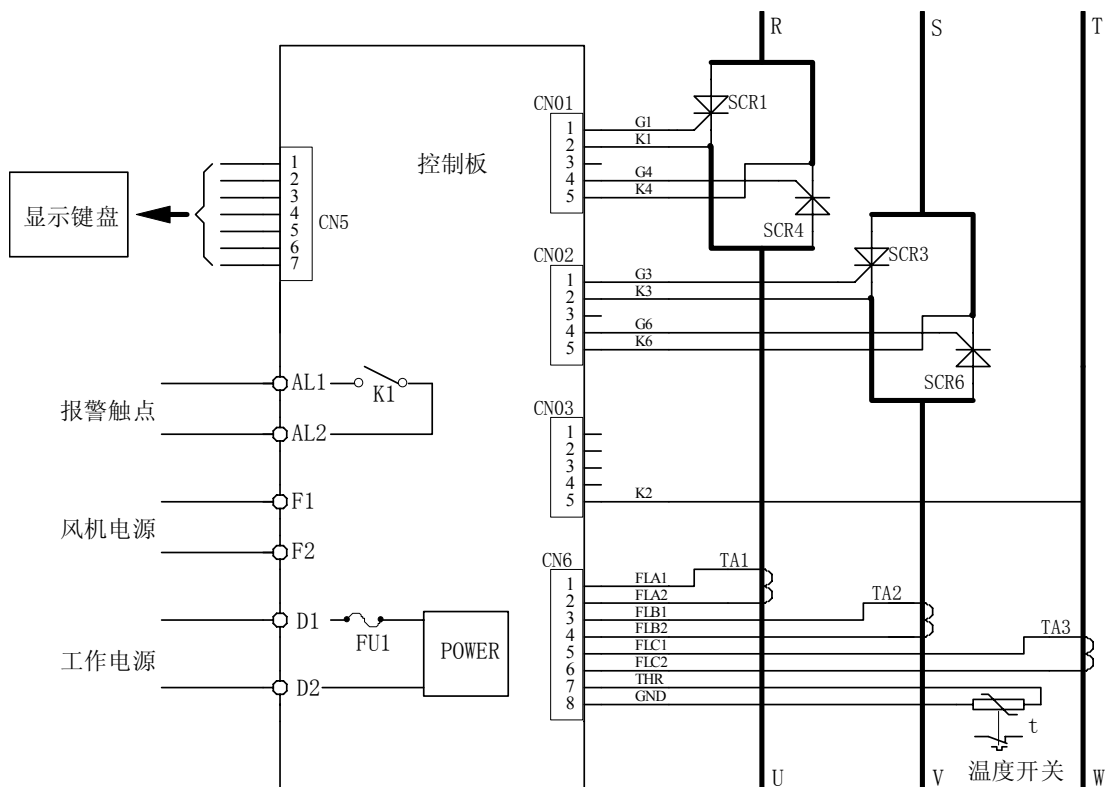

图 4-3 控制板(两相控制方式)接线图
- ◇ 图 4-3 为二相控制方式接线，可节约二只可控硅（SCR5、SCR2），负载不可接 N 线；